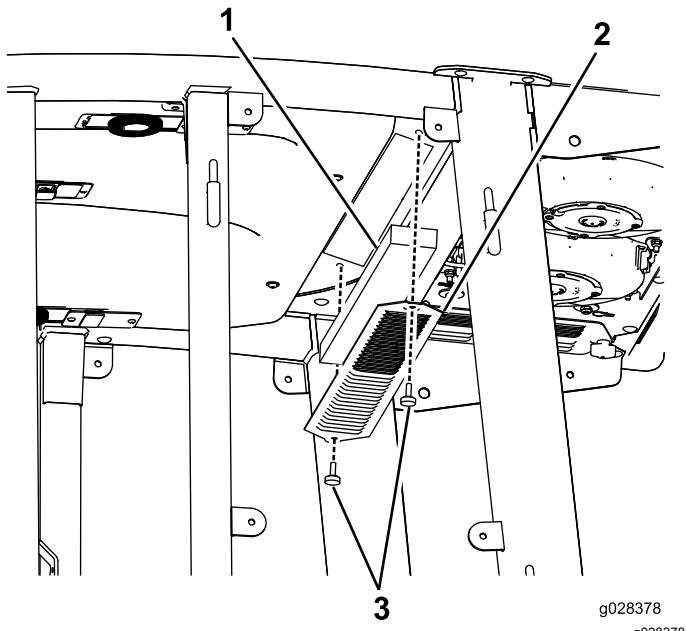
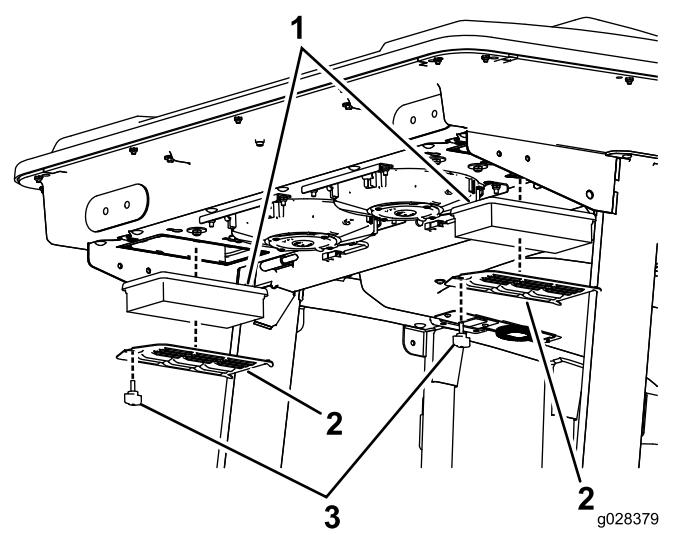
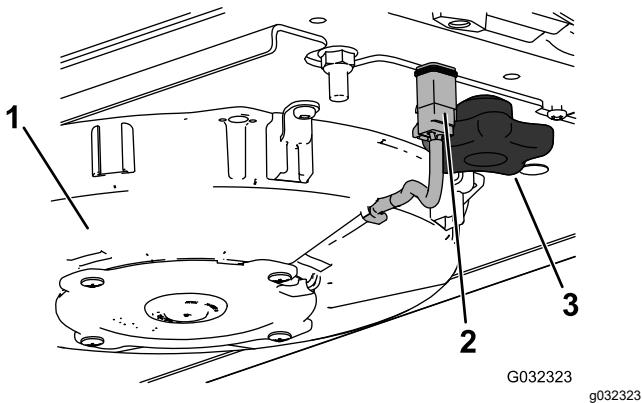
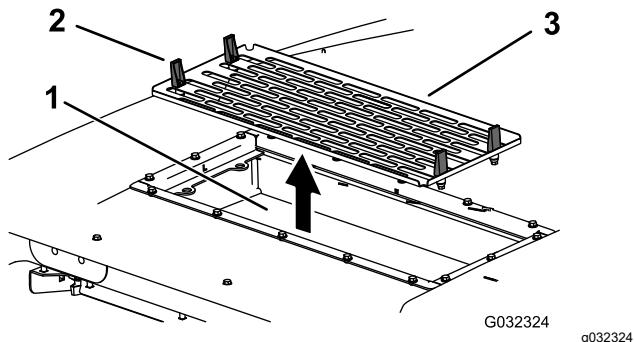

Figura 94
Figura 95
Figura 97
Figura 98
- Retire los tornillos y las rejillas del filtro que está en el interior de la cabina y del filtro que está detrás de la cabina (Figura 94 y Figura 95).
4. Retire los filtros de aire (ver Figura 95).
6. Instale los filtros de aire, la rejilla y el conjunto de ventilador (Figura 95, Figura 97 y Figura 98).
7. Conecte el cable de cada ventilador (Figura 97).